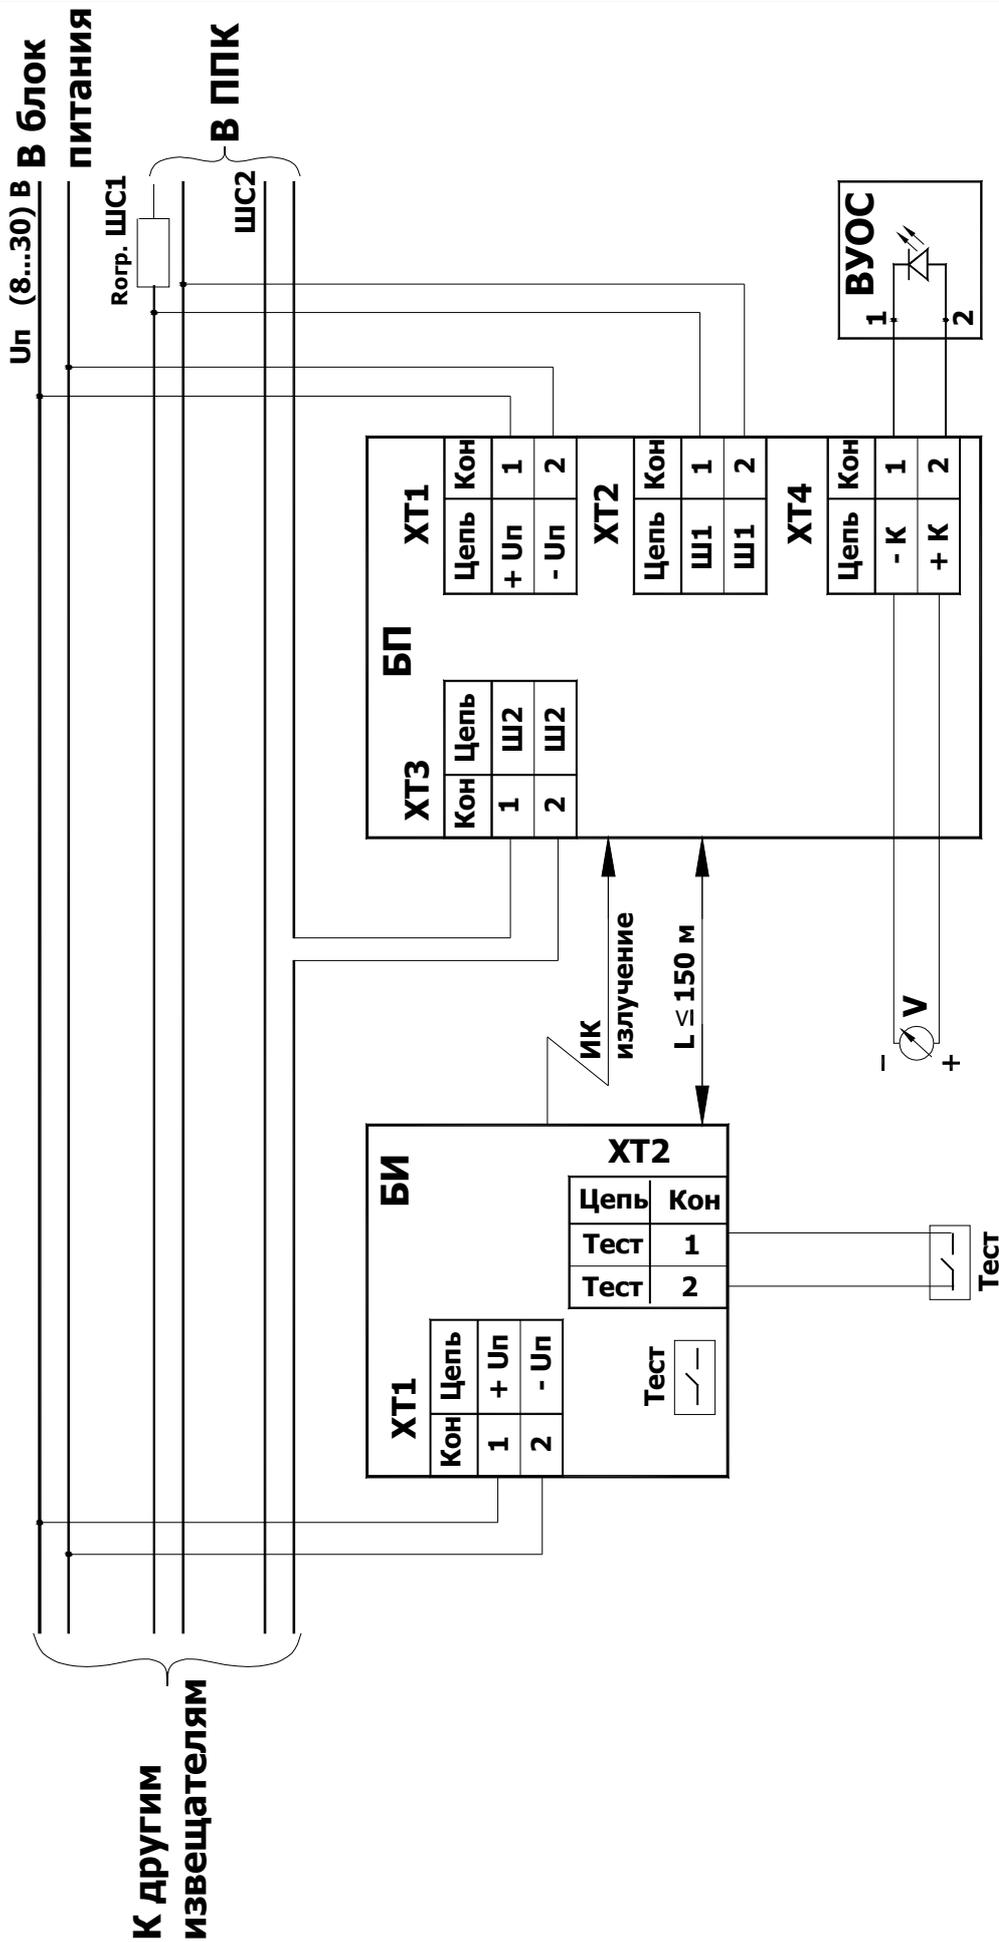

Рис. 5. Схема соединений извещателя двумя шлейфами с питанием постоянным током
- подсоединить провода питания и шлейфов Ш1 и Ш2 к контактному колодке БИ и БП в соответствии со схемой соединения, приведенной на рис.4 или рис.5 приложения, строго соблюдая полярность сигналов;